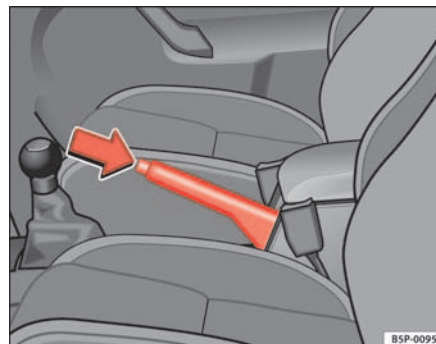

Fig. 99 Frein à main entre les sièges avant
⇒ fig. 99.
- Soulevez légèrement le levier de frein à main, appuyez sur le bouton de verrouillage dans le sens de la flèche ⇒ fig. 99 et abaissez le levier au maximum ⇒ .